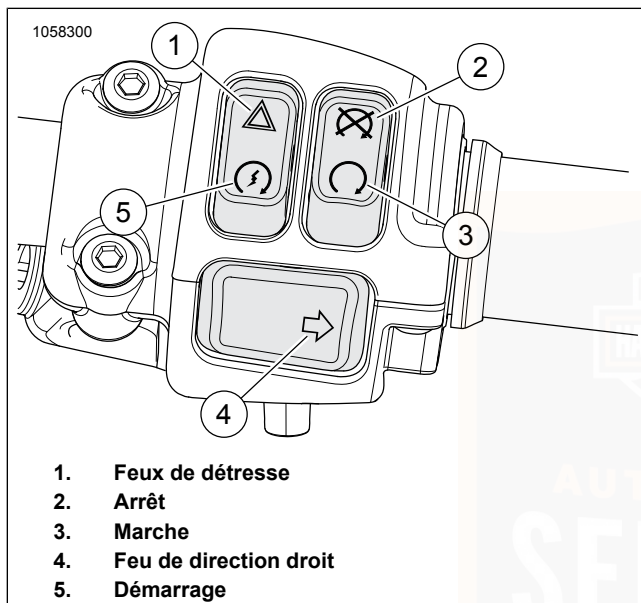

Figure 31. Commutateurs de commande sur la droite du guidon
2. Voir Figure 31. Mettre le commutateur MARCHE/ARRÊT en position MARCHE (3).